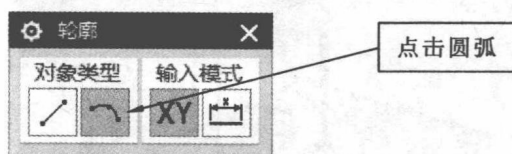
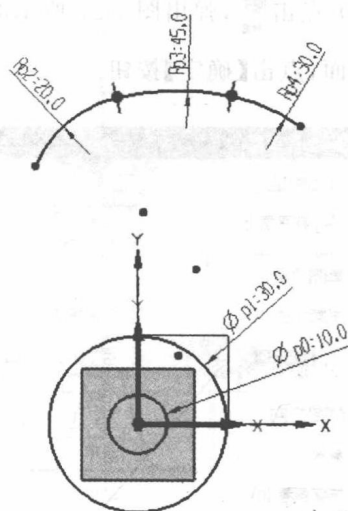

图 1-30 【轮廓】对话框
图 1-31 绘制三个圆弧
(4) 单击轮廓 ，单击【轮廓】对话框中的圆弧，如图 1-30 所示。绘制三个圆弧，快速标注半径分别为 20、45、30，如图 1-31 所示。